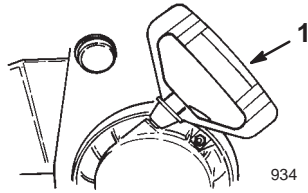

Figure 23
- **Lanceur** (Fig. 23)—Le lanceur se trouve à l'arrière du moteur. Tirez sur le lanceur pour mettre le moteur en marche.
8. Prenez la poignée du lanceur (Fig. 23) et tirez-la lentement jusqu'à ce que vous sentiez une résistance, puis tirez vigoureusement pour lancer le moteur.